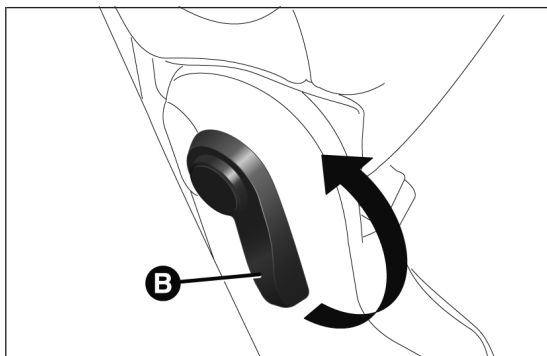
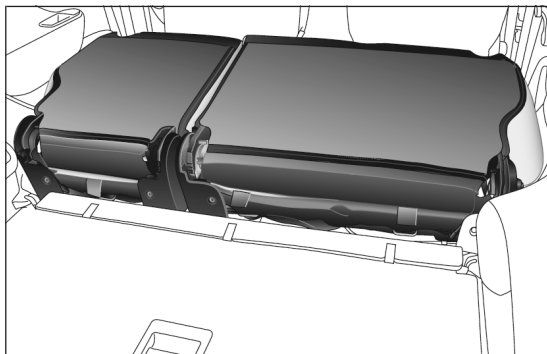

fig. 87
fig. 88
- soulever le levier B fig. 87 pour rabattre le dossier (voir fig. 88).
Pour ramener le dossier dans la position d'utilisation normale, soulever le levier B fig. 87 puis soulever le dossier.
Pour ramener le dossier dans la position d'utilisation normale, soulever le levier B fig. 87 puis soulever le dossier jusqu'à atteindre la position d'accrochage verticale.